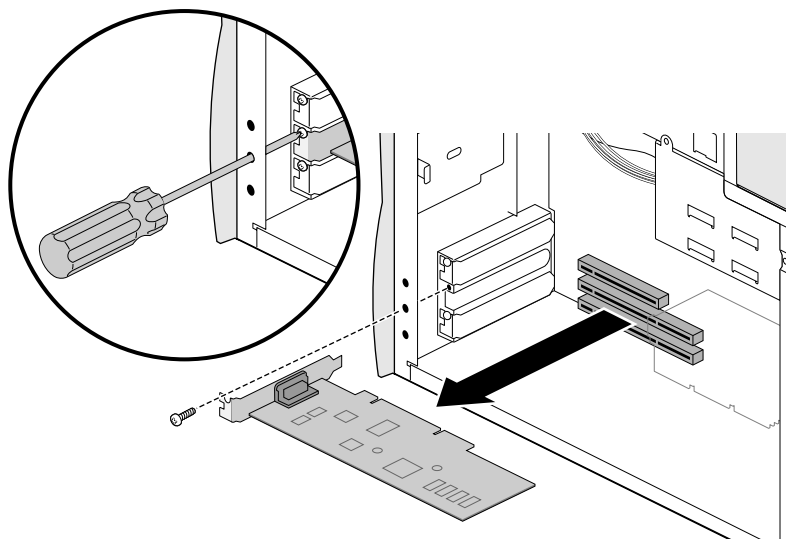

Figure 5-3 Retrait d'une carte PCI
5. Retirez la carte, comme indiqué à la Figure 5-3.